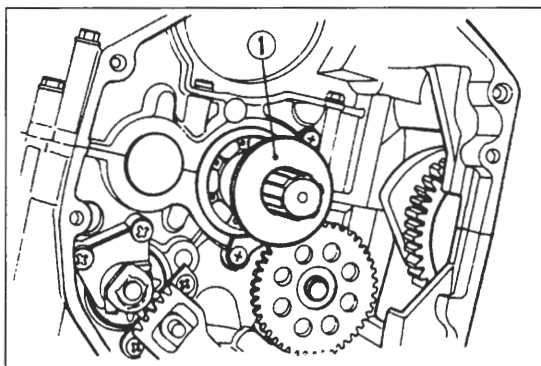

Bild 128
festhalten, damit Korb nicht auf Hauptwelle «kracht». Kupplungskorb vorsichtig herausführen. Auf Verbleib der Anlaufscheibe ① Bild 128 achten.
- **Kupplung:** Anlaufscheibe auf Hauptwelle aufschieben, siehe Bild 128.